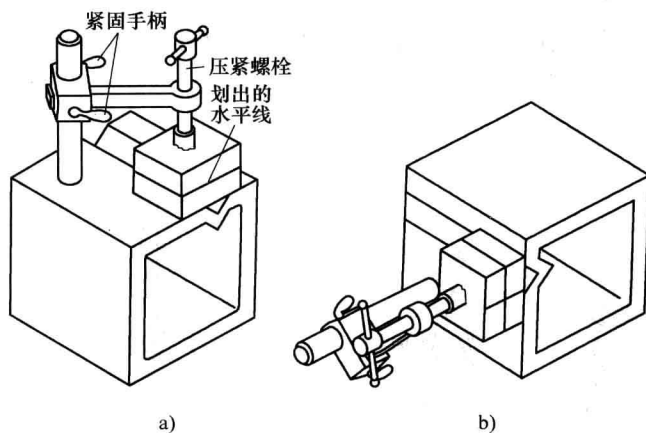

图 1-9 用方箱夹持工件
1) 方箱。方箱如图 1-9 所示，是用铸铁制成的空心立方体，它的六个面都经过精加工，其相邻各面互相垂直。方箱用于夹持、支承尺寸较小而加工面较多的工件。通过翻转方箱，便可在工件的表面上划出互相垂直的线条。